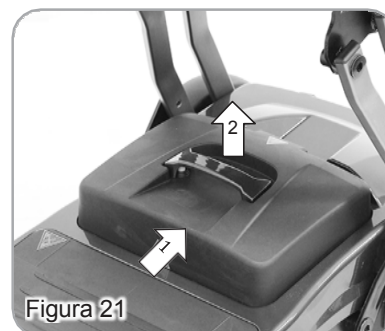

Figura 21
- A caixa da bateria foi concebida para uma melhor estabilidade. Siga as instruções para desmontar a caixa da bateria (Figura 21). Empurre a bateria para trás (1) e puxe-a para cima (2).